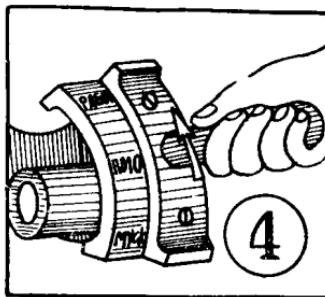

图1—10—④ 将减压杆扳至工作位置
(3) 起动机起动后，以正常速度带动柴油机，然后再将减压杆扳至中间位置，等柴油机充分预热后，再将减压杆由中间位置扳至工作位置（拉杆向上），如图1—10—④；